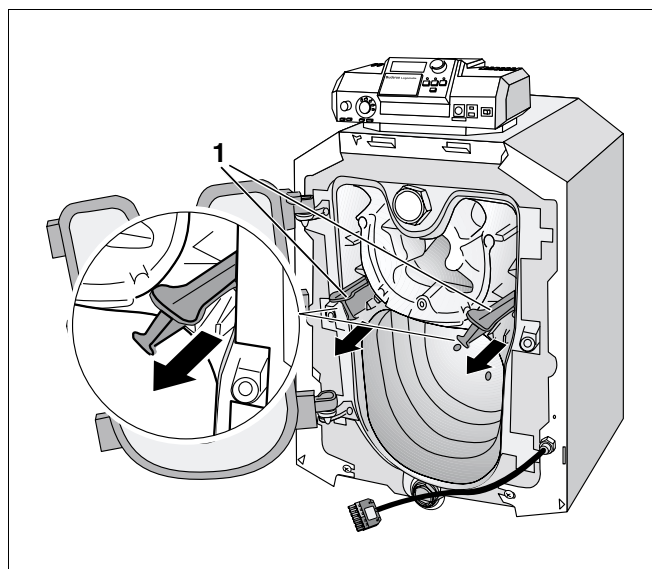

Fig. 36 Fjernelse af retarderne.
- Løft retarderne (fig. 36, **pos. 1**) frem og ud af røgslagene.